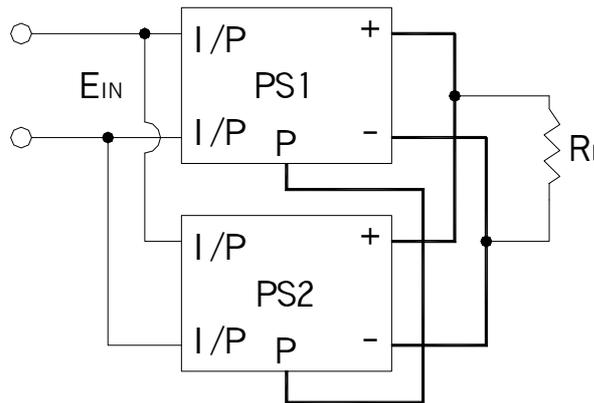

图 7.7 具并聯功能 S.P.S 并連接法
(1)內部設計有并聯功能：將 P 點連接在一起即可如 PSP 機型，輸入/輸出則需先并聯后再連接至負載如图 7.7 所示。(某些機型并聯后需有一最小負載需求)